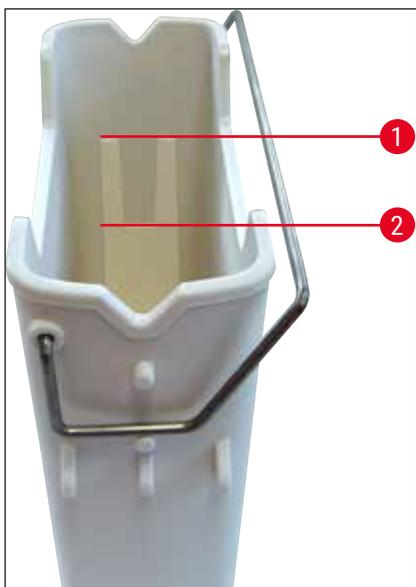
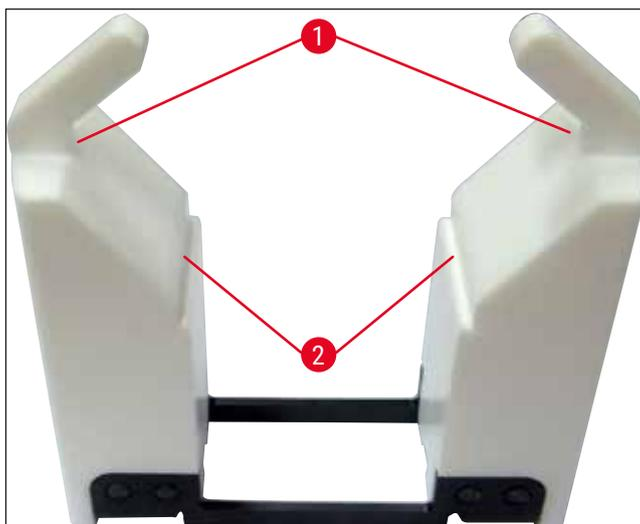

図 66
図 67
試薬容器にハンドルが正しく取り付けられているか確認します。必要に応じて、(→「図66」)に従い、ハンドルを締め付けます。
- 充填する場合は、どのタイプの試薬容器でも、試薬容器内部の充填レベルのマークを守ってください (→「図 66」) (→「図 67」)。
- 試薬容量を減らすために、特殊染色用インサート (→「図 67」) を試薬容器内で使用する場合は、まず最初にこれらを試薬容器に挿入してから、少なくとも MIN 充填レベル (→「図 67-2」) を上回り、MAX 充填レベル (→「図 67-1」) を越えないように試薬を充填してください。